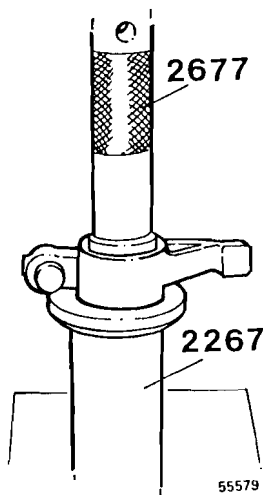

Fig. 77
- 4 Cambiar los casquillos de los balancines que se hayan desgastado ovalmente. Extraer el casquillo con el mandril 2677. Utilizar el mandril 2267 como apoyo, véase la fig. 77.